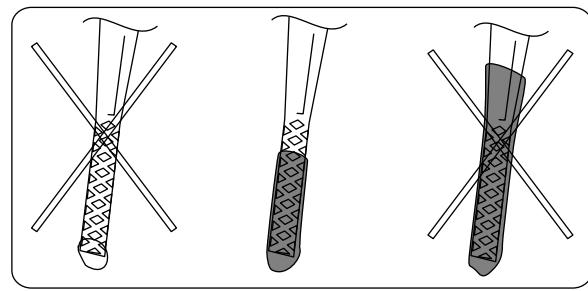

Bild 12
2. Ziehen Sie den Peilstab (Bild 12) heraus.
5. Nehmen Sie den Peilstab heraus und lesen Sie den Ölstand ab (Bild 12).